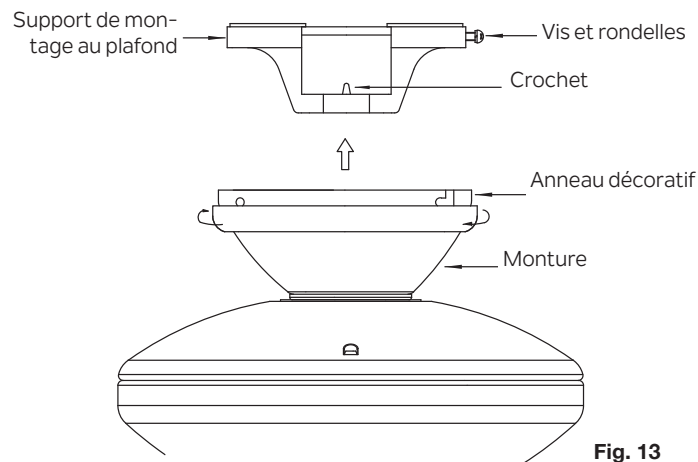

Fig. 13
**Étape 3.** Assurez-vous que les quatre vis de montage sont toutes bien serrées. (Fig. 13)